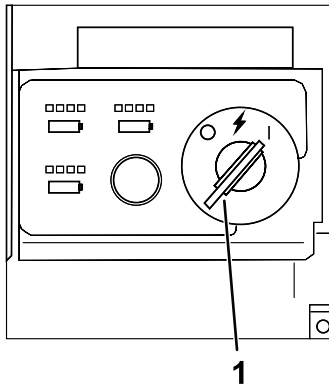

Bild 12
4. Drehen Sie den Schlüssel in die RUN-Stellung, um die Maschine zu starten (Bild 12).